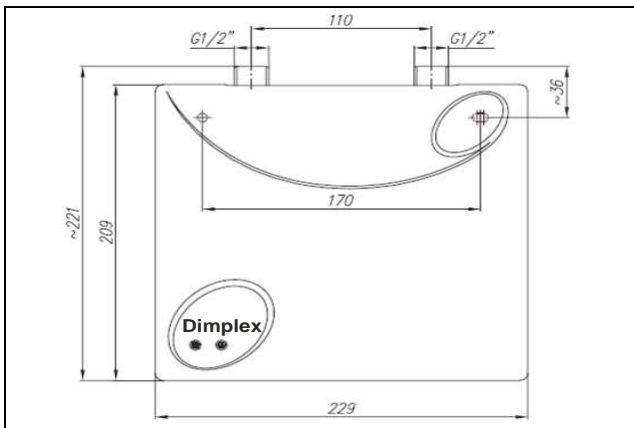

Abb. 1: Bohrmaße
- Bohrlöcher nach Bild 1 anzeichnen,